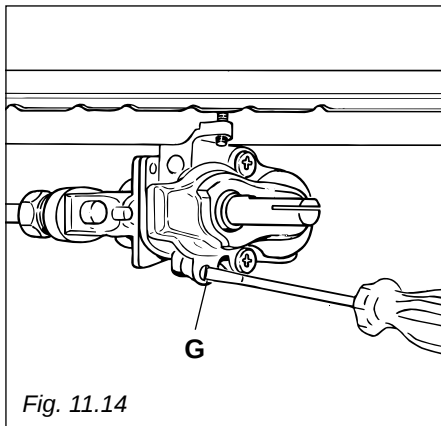

Fig. 11.14
- enlever la manette et avec un tourne-vis mince (lame de 3 mm et longueur 100 mm) dévisser d'environ 3 tours la vis bypass (Fig. 11.14), en passant à travers l'ouverture du tableau de bord;
- après avoir enlevé la manette à nouveau en veillant à ne pas faire tourner la tige du robinet, fermer doucement la vis bypass **G** (Fig. 11.14) jusqu'à l'obtention d'une flamme de 3-4 mm de long.